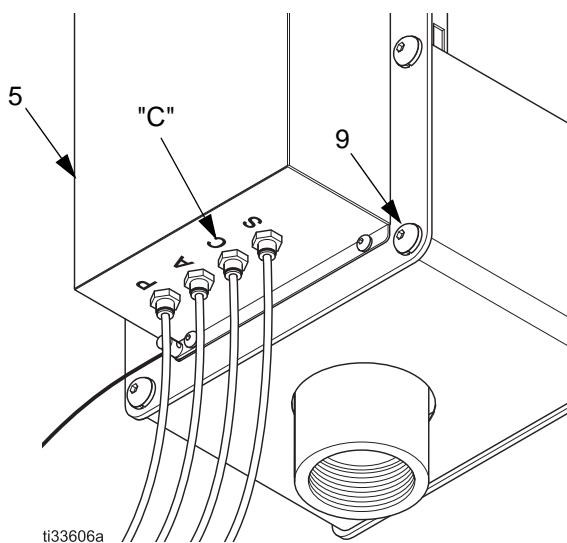

FIG. 9: Cobertura da Caixa de lavagem da pistola e acessórios de ar
2. Retire os quatro parafusos (9) que fixam a cobertura (5) da Caixa de lavagem da pistola. Consulte FIG. 9.
3. Force os gatilhos do cilindro ligando ar à porta C. Ligue o ar para estender os botões do cilindro (31) e (35).